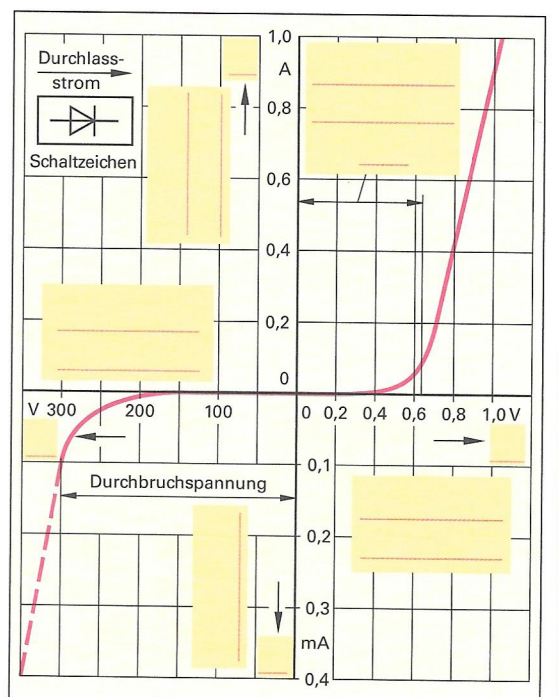

Bild 5: Dioden-Kennlinie
- Die Diffusionsspannung bewirkt, dass der PN-Übergang erst beim Anlegen einer Spannung, die größer als die Diffusionsspannung ist, leitfähig wird. Diese Spannung wird auch als Schleusen- oder Schwellenspannung U_s bezeichnet. Bezeichnen Sie die Schleusenspannung in der Dioden-Kennlinie (Bild 5).
- Ergänzen Sie die Begriffe Durchlassspannung, Durchlassstrom, Sperrspannung und Sperrstrom in der Kennlinie (Bild 5) und geben Sie auch das Formelzeichen bei den Achsenbezeichnungen an.
- Beschreiben Sie die Durchlass- und Sperrrichtung einer Diode anhand der Dioden-Kennlinie (Bild 5).